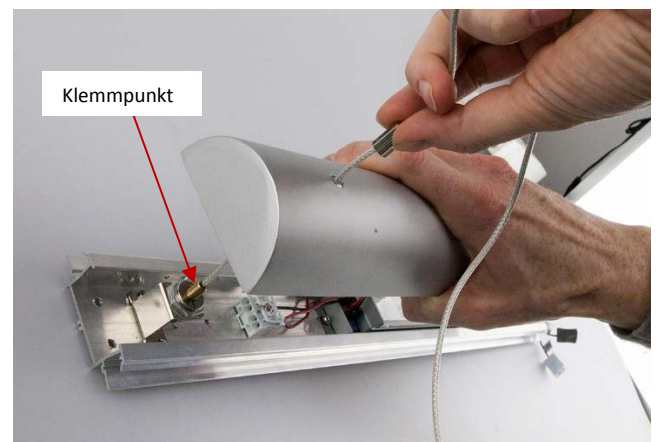

Abbildung 5 - Verbindung Sekundärseite
4. Auf beide Seile der Abhängung zuerst die Fixierungsmuttern und dann die Abdeckung schieben (Abb. 5). Die beiden Seilenden in die Seilklemmen des Geräteträgers einführen. Die Seile mind. 7 cm einschieben und die Leuchte waagrecht ausrichten. Zum entriegeln das Gewindestück herunterdrücken.